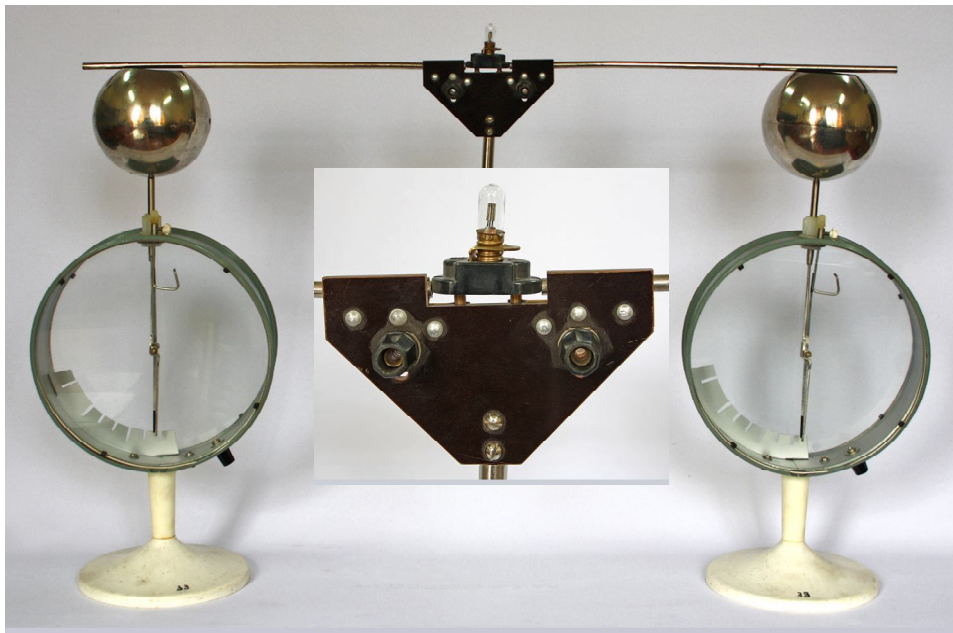

Рис. 2
1. Продемонструйте виникнення короткочасного струму в металевому провіднику під дією різниці потенціалів на його кінцях. Для цього зберіть установку, яка складається з двох електрометрів з кульовими кондукторами (рис. 2), і зарядіть кулю одного з електрометрів. З'єднайте кулі розрядником на ізолюючій ручці з неоновю лампою. В момент з'єднання на короткий час спалахує неонові лампа, а покази електрометрів стануть однаковими, що свідчить про вирівнювання потенціалів. Розрядник рекомендується приєднувати спочатку до незарядженого електрометра, а потім – до зарядженого.